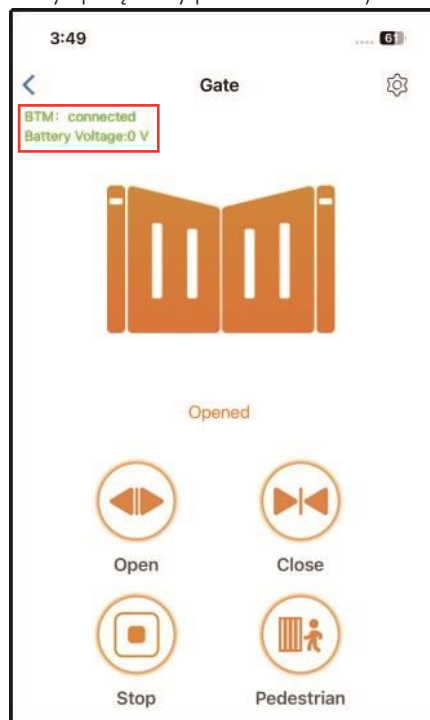

Fig 6
- ★ Gdy urządzenie jest offline lub telefon nie ma dostępu do sieci, a użytkownik znajduje się w pobliżu urządzenia (do 10 metrów) i otworzy aplikację, automatycznie przełączy się ona w tryb Bluetooth w celu sterowania urządzeniem. (Rys. 6)